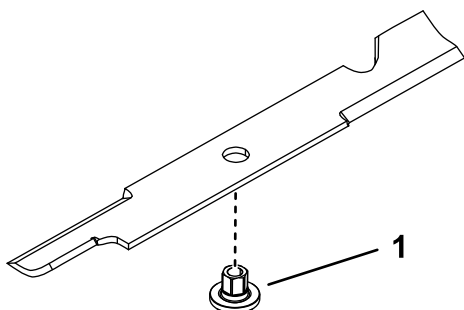

Figure 102
1. Insérez la douille dans la lame en plaçant l'embase sur le côté inférieur (côté herbe) de la lame (Figure 102).